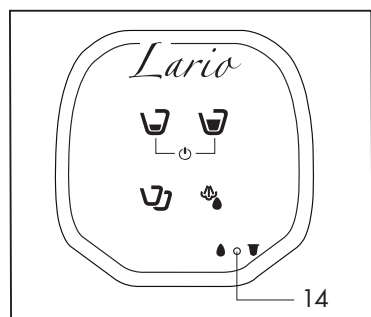

Fig. 4
Quando sul pannello comandi si illumina la spia (14) (Mod.VAP e 4D) significa che manca acqua nel serbatoio (Fig.4); procedere quindi al riempimento del serbatoio (8) come descritto sopra.